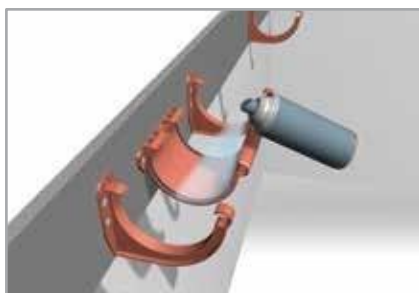

Fig. 5
- 1.11 Smeer de afdichtingen van de fittingen met een smeermiddel voordat u met de installatie van het Galeco PVC-systeem begint, zodat de goot vrij kan bewegen als de temperatuur verandert (Fig. 5)